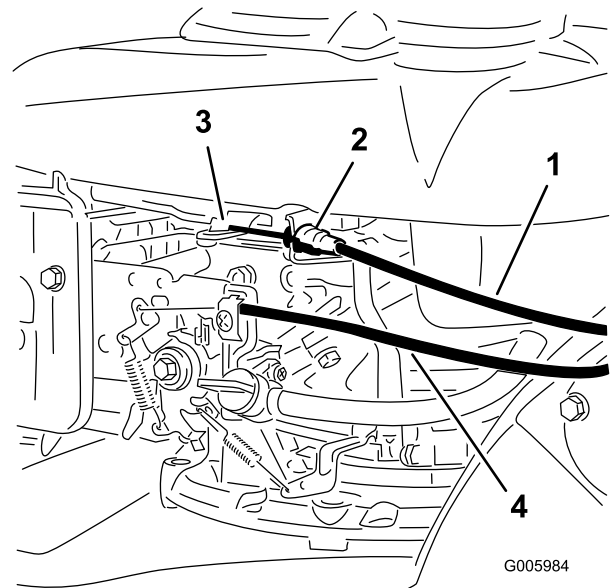

Bild 6
3. Verlegen Sie das Messerbremskabel außen um den Griff und schließen Sie das Kabelende an (Bild 6).
6. Verlegen Sie den Gaszug außen um den Griff, legen Sie den Kabelmantel in die Kabelklemme und befestigen Sie das Kabelende am Gasbedienungshebel am Motor (Bild 6 and Bild 8).